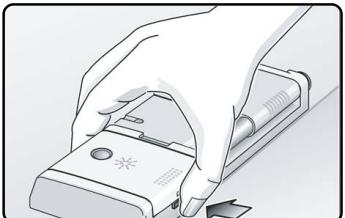

Figure 25/Illus. 25
1. Open the Rinse Aid Dispenser cover by pressing the release button, as shown in Figure 25, and lifting the cover.
1. Ouvrir le couvercle du distributeur d'agent de rinçage en pressant le bouton de dégagement (figure 25) et en soulevant le couvercle.
1. Abra la cubierta del Surtidor de Agente de Enjuague por medio de oprimir el botón de desenganche, tal como muestra la Ilustración 25 y levantar la cubierta.